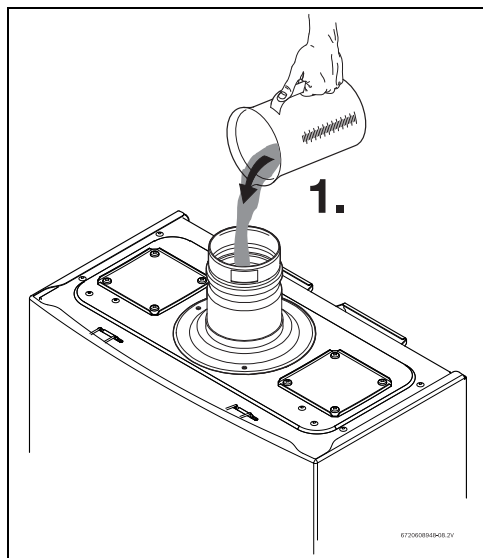

Fig. 30 Llenado del depósito de agua en el primer arranque
- Llenar el depósito de agua condensada con aproximadamente 400 ml. de agua, a través del accesorio de evacuación del aparato, consultar (Fig. 30).